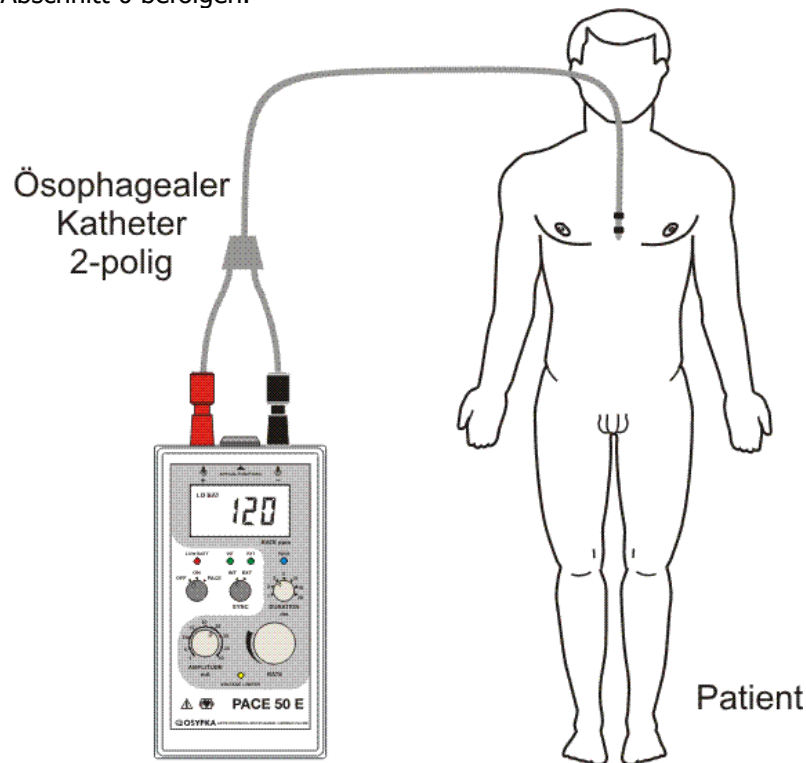

Abbildung 4. Asynchrone Stimulation
1. Nachdem der Elektrokatheter in der Speiseröhre positioniert wurde, den Stecker der distalen Elektrode (schwarzer Stecker mit dem Zeichen Distal bei den **FIAB**-Elektrokathetern) in die schwarze Buchse des PACE 50 E einführen und den Stecker der proximalen Elektrode (roter Stecker mit dem Zeichen „2“ bei den **FIAB**-Elektrokathetern) in die rote Buchse des PACE 50 E (siehe Abbildung 4).